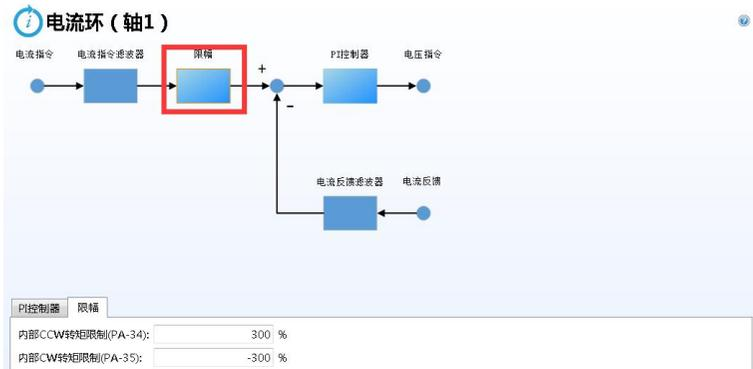

图 11-19 切换至限幅标签页的电流环界面
- 用户想修改限幅标签栏中参数时，可单击限幅下的图片，或者单击标签栏控件中的限幅标签头，就会切换至如下图 11-19 所示界面，“速度环”和“位置环”功能一致。